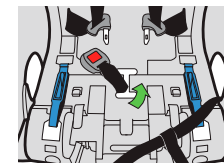

Figura 94
- Deslice el cinturón hacia un lado de la ranura de la correa de la entrepierna y empuje el borde del cinturón hacia la ranura de ajuste, como se muestra en la **figura 94**.